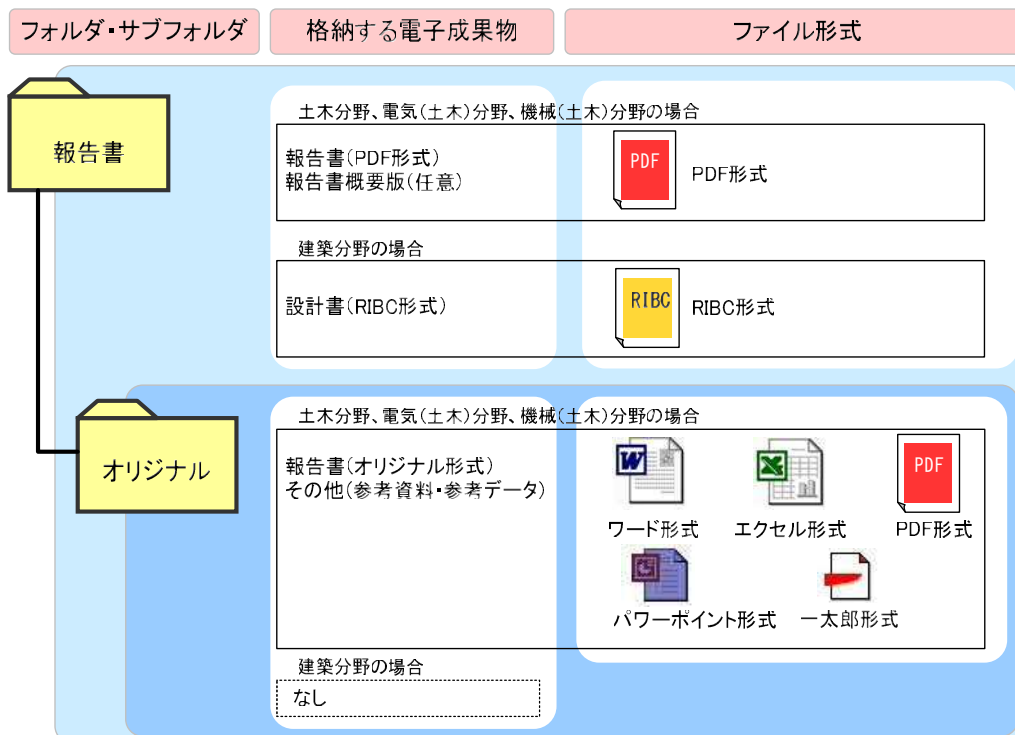

図 2-2 「報告書」フォルダの構成
報告書の電子成果対象書類は、「報告書(PDF形式)」、「報告書概要版(PDF形式)」、「報告書(オリジナル形式)」、「その他(参考資料)」とする。ただし、建築分野においては「報告書」を「設計書」に読み替え格納する。フォルダ構成ならびにファイル形式を図 2-2 に示す。
- ・ 土木分野、電気（土木）分野、機械（土木）分野においては、報告書（PDF 形式）を「報告書」フォルダの直下に格納する。図 2-2 に参考を示す。
- ・ 建築分野においては、設計書（RIBC 形式）を「報告書」フォルダの直下に格納する。図 2-2 に参考を示す。
- ・ 報告書（オリジナル形式）を「オリジナル」サブフォルダに格納する。図 2-2 に参考を示す。